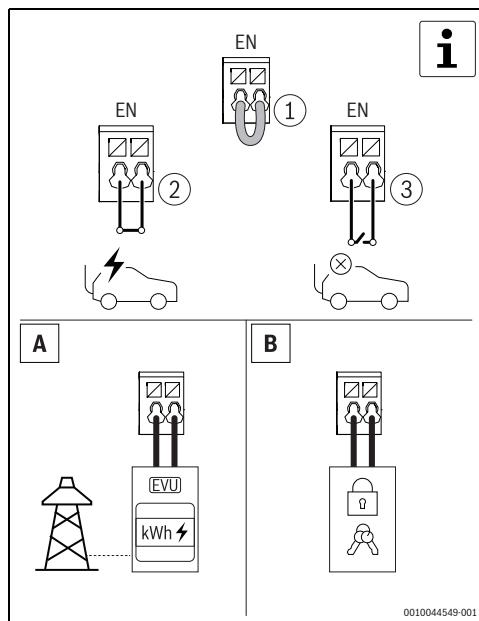

Bild 23 Optionaler Digitaleingang
- Die Power Charge 7000i mit der RFID-Karte, der App oder über die externe Sperreinstellung entsperren. Dieser Schritt ist optional (→ Abb. 23 und 6.1.5, Seite 19).